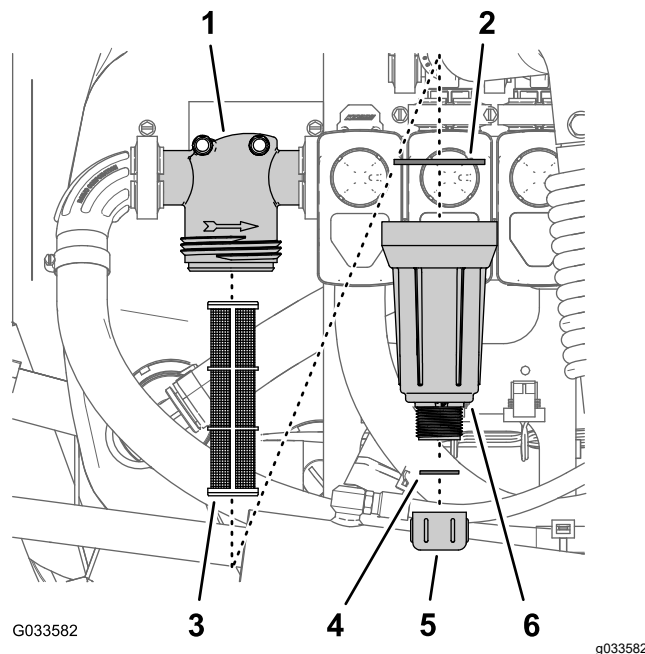

Figura 96
2. Coloque un recipiente de drenaje debajo del filtro de presión (**Figura 96**).
3. Gire el tapón de vaciado en sentido antihorario y retírelo de la cubeta del filtro de presión (**Figura 96**).
4. Gire la cubeta en sentido antihorario y retire la cabeza del filtro (Figura 96).
5. Retire el elemento del filtro de presión (Figura 96).
7. Inspeccione la junta del tapón de vaciado (situada dentro de la cubeta) y la junta de la cubeta (situada dentro de la cabeza del filtro) en busca de daños o desgaste (Figura 96).
8. Instale el elemento del filtro de presión en la cabeza del filtro (Figura 96).
9. Instale la cubeta en la cabeza del filtro y apriétela a mano (Figura 96).
10. Coloque el tapón de vaciado en el acoplamiento inferior de la cubeta, y apriete el tapón a mano (Figura 96).